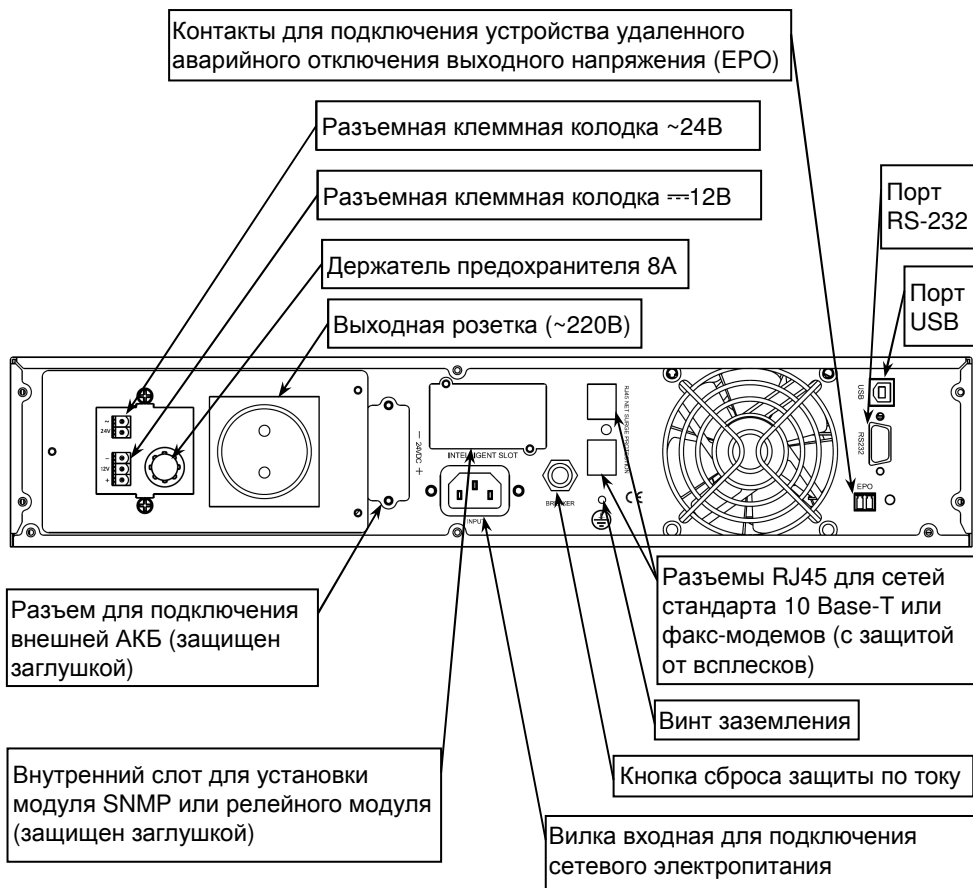
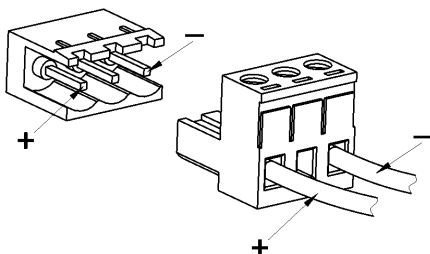

Рисунок 2 – Общий вид задней панели изделия.
Рисунок 6. Пример подключения нагрузки к выходу =12В
**На задней панели изделия** расположены: входной и выходные разъемы, разъем для подключения внешней аккумуляторной батареи, кнопка сброса срабатывания защиты по току (срабатывание защиты происходит при превышении уровня входного тока выше допустимого), вентиляторы охлаждения и разъемы коммутационных портов (см. рисунок 2).
Разместите изделие в шкафу и закрепите его на передних стойках. Соедините винт заземления изделия (см. рисунок 2) с контуром заземления телекоммуникационного шкафа перемычкой заземления (в комплект поставки не входит).
- Подключить к выходным розеткам изделия кабели питания нагрузок (см. рисунок 2 и рисунок 6). Для удобства подключения/отключения нагрузок к низковольтным выходам, выходные колодки для них выполнены разъемными. До подключения кабелей нагрузок к изделию следует выключить нагрузки.